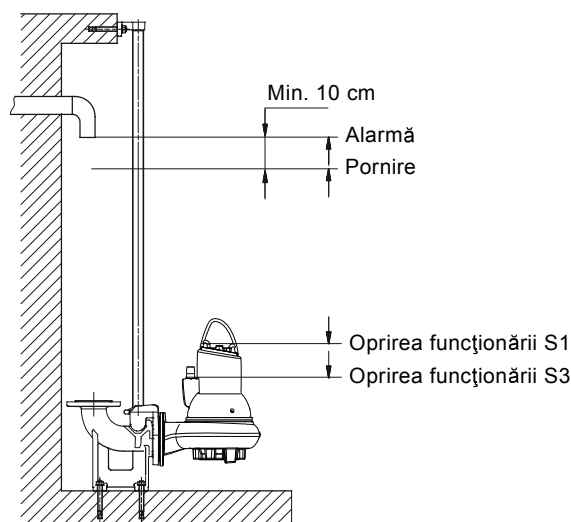

Fig. 14 Nivelurile de pornire și oprire
11. Verificați ca nivelul lichidului să fie deasupra motorului pentru funcționarea S1 și deasupra intrării cablului pentru funcționarea S3. Vezi fig. 14. Dacă nivelul minim nu este atins, nu porniți pompa.